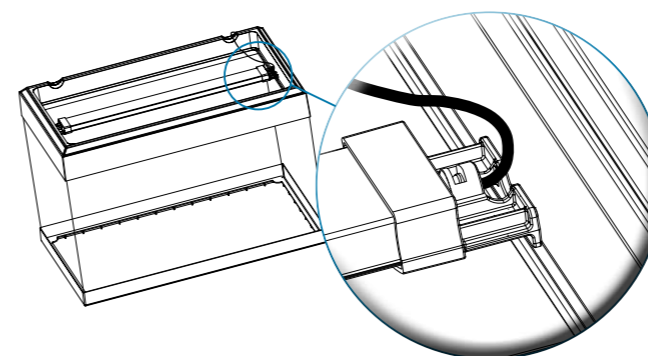

Abb. 8
- Setzen Sie die LED-Strip-Light (C) vorsichtig auf die Laufschiene auf dem oberen Rahmen an die finale Position. (Abb. 8)